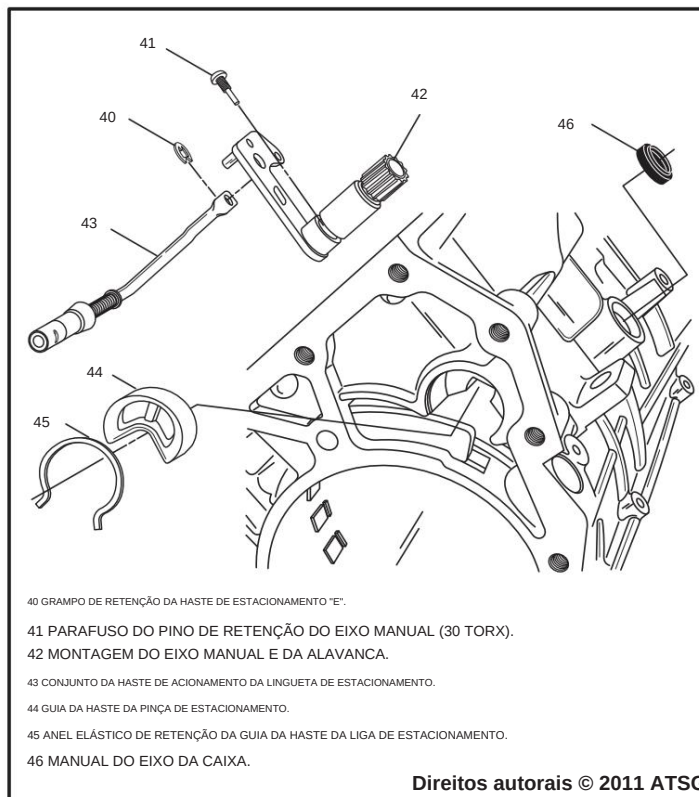

Figura 62
4. Instale a guia da haste de estacionamento na caixa de transmissão, conforme mostrado na Figura 62.
5. Instale o anel de retenção da guia da haste de estacionamento ranhura da caixa usando um alicate e certifique-se de que esteja totalmente encaixada (consulte a Figura 62).
6. Instale o eixo manual e o conjunto da alavanca através do interior da caixa e no furo da caixa do eixo manual, conforme mostrado na Figura 62.
7. Instale o parafuso do pino de retenção do eixo manual e do conjunto da alavanca, usando uma broca torx 30 e aperte o parafuso com 28 N·m (20 ft.lb.). (Veja Figura 62 e 64).